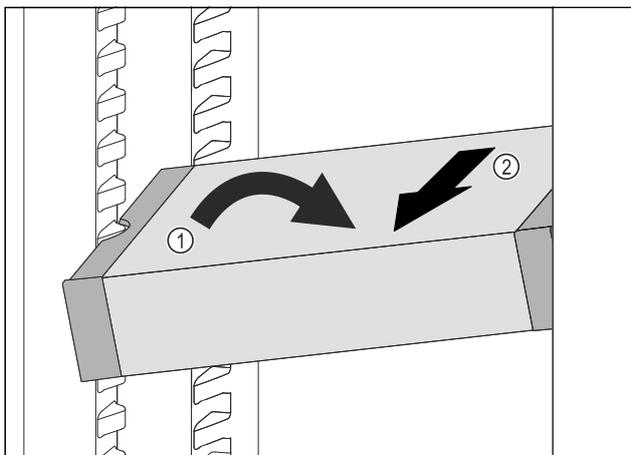

Fig. 58
- ▶ Coloque el VarioSafe en el compartimento del frigorífico en posición oblicua. Fig. 58 (1)
- ▶ Extraiga el VarioSafe hacia delante. Fig. 58 (2)